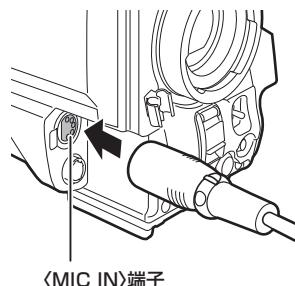

図3
- 3 マイクの接続ケーブルをカメラの〈MIC IN〉端子に接続する。(図3)